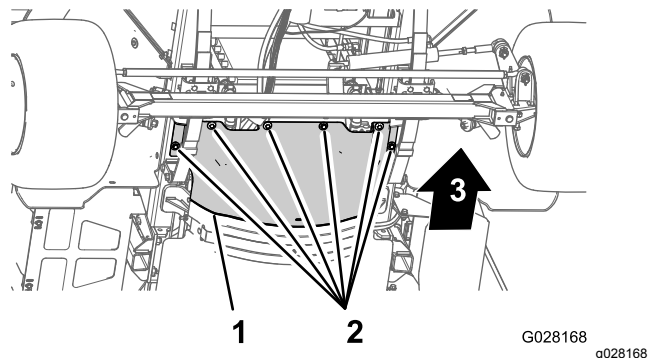

Bild 58
3. Entfernen Sie die sechs Sechskantschrauben und sechs Scheiben, mit denen das vordere Wärmeschutzblech am Chassis befestigt ist, und nehmen Sie das Schutzblech ab (Bild 58).